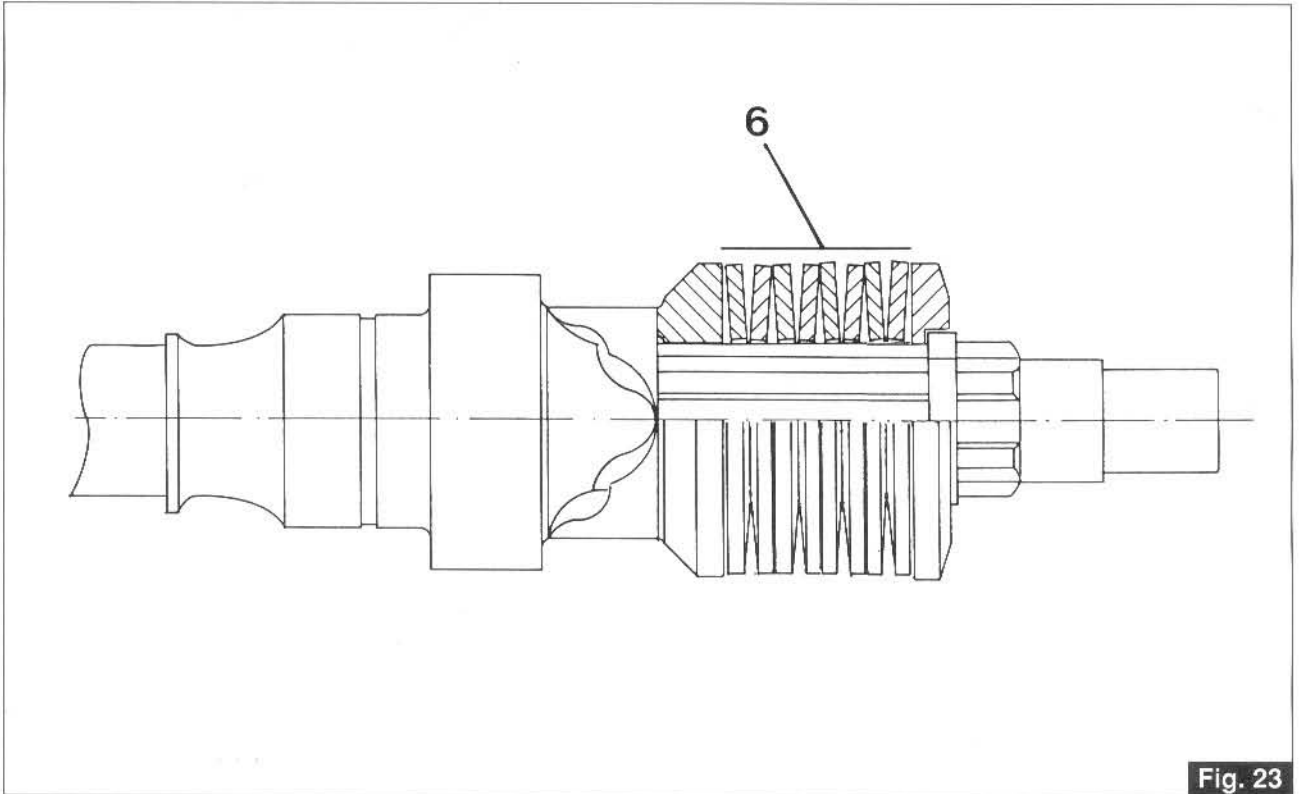

Fig. 23
La fig.23 indique la bonne position de montage des ressorts Belleville pos.6.
In der Abb. 23 ist die richtige Einbaulage der Tellerfedern Pos. 6 dargestellt.